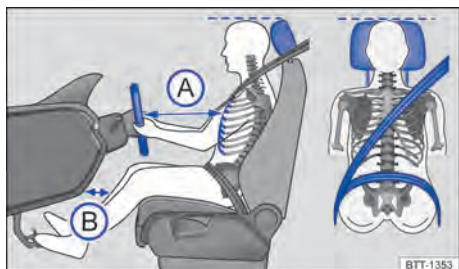

Fig. 19 Distância correta do condutor em relação ao volante, posição correta do cadoço do cinto de segurança e ajuste correto do apoio para cabeça.
- Ajustar o banco do condutor na direção longitudinal de modo que os pedais possam ser acionados com as pernas ligeiramente arqueadas e a distância para o painel de instrumentos na área do joelho seja de, no mínimo, 10 cm → Fig. 19 (B).
- Ajustar o banco de modo que a distância entre o volante e o tórax tenha no mínimo 25 cm → Fig. 19 (A) e que o condutor possa segurar o volante pela borda externa com as duas mãos e os braços ligeiramente flexionados.
- Ajustar o apoio para cabeça de modo que a sua borda superior se encontre preferencialmente na mesma linha da parte superior da cabeça → Fig. 19 – porém não abaixo da altura dos olhos. Posicionar a parte posterior da cabeça o mais perto possível do apoio para cabeça.